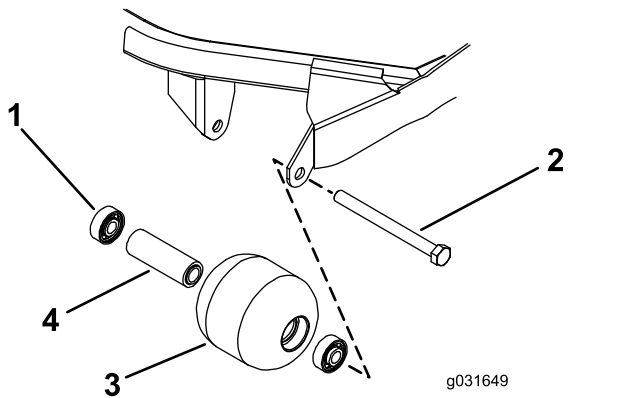

Figura 71
1. Rimuovete il bullone di montaggio del rullo (Figura 71).
4. Verificate la presenza di eventuali danni sull'alloggiamento, sui cuscinetti e sul distanziale del cuscinetto del rullo (Figura 71).
1. Premendo soltanto sulla pista esterna o, in misura uguale, sulla pista interna ed esterna, spingete il primo cuscinetto nell'alloggiamento del rullo (Figura 71).
2. Inserite il distanziale (Figura 71).
spingete il secondo cuscinetto nell'alloggiamento del rullo fino a quando non è a contatto con il distanziale (Figura 71).